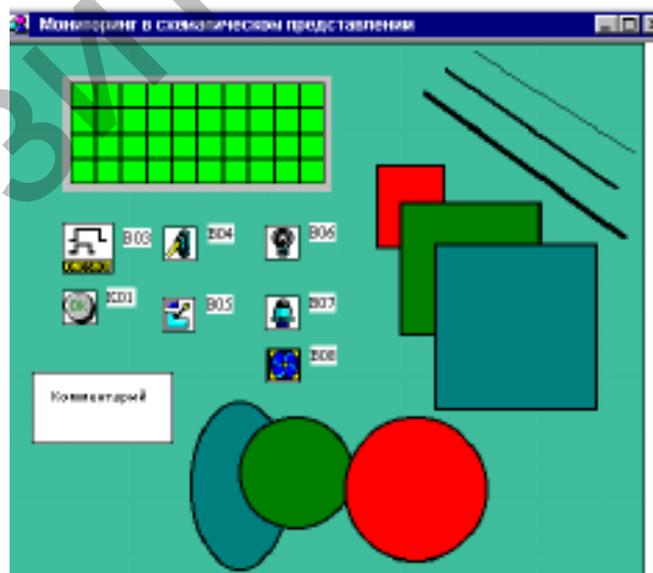

Рисунок 7.2 – Окно мониторинга
- Значки сигналов ввода-вывода и функциональных блоков, и т. д., использованных на FBD экране. Значки показываются в зависимости от состояния (ON/OFF) функционального блока на экране FBD (рисунок 7.2).